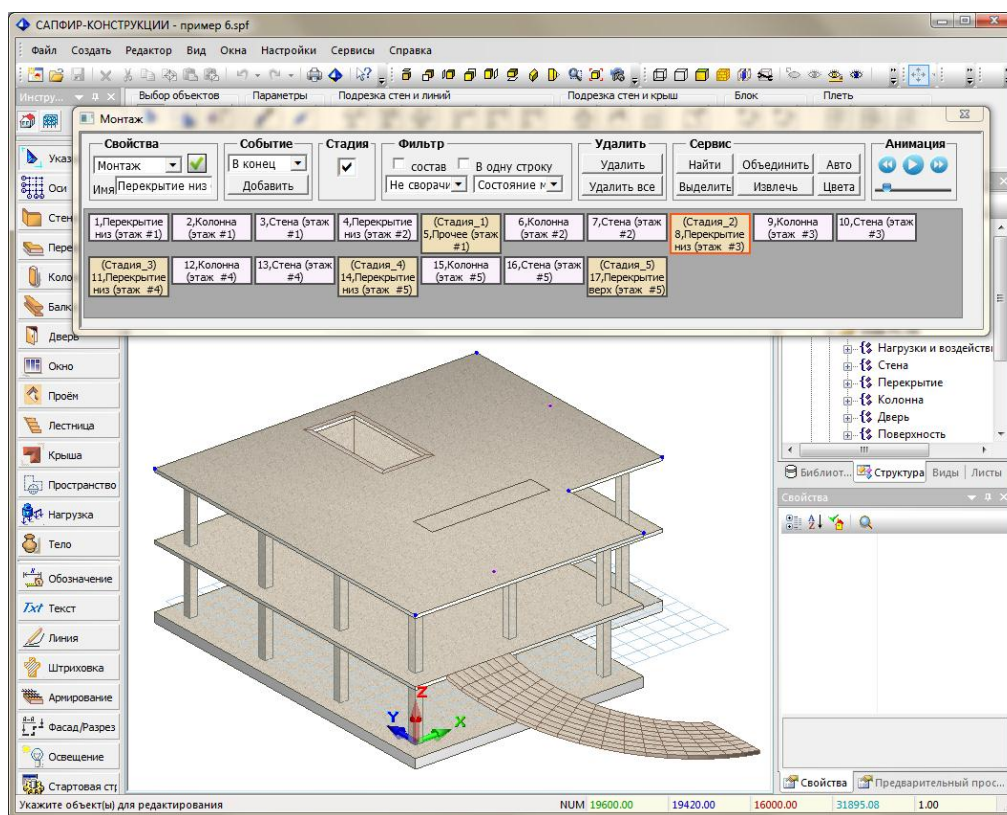

Рис.6.13. Вторая стадия монтажа
- Щелкните по кнопке **Воспроизвести** для воспроизведения анимации появления событий и стадий (рис.6.13; 6.14).